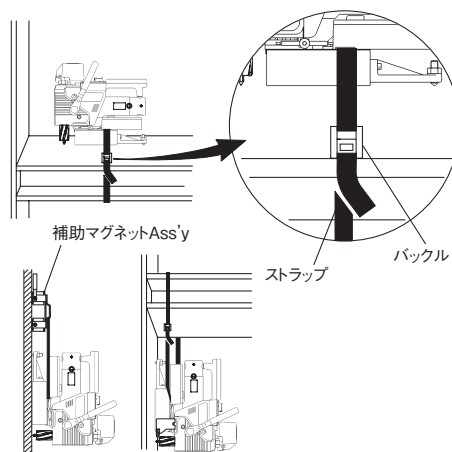

図 8
- **ベルトラッシングで落下防止をしてください。**(図 8)